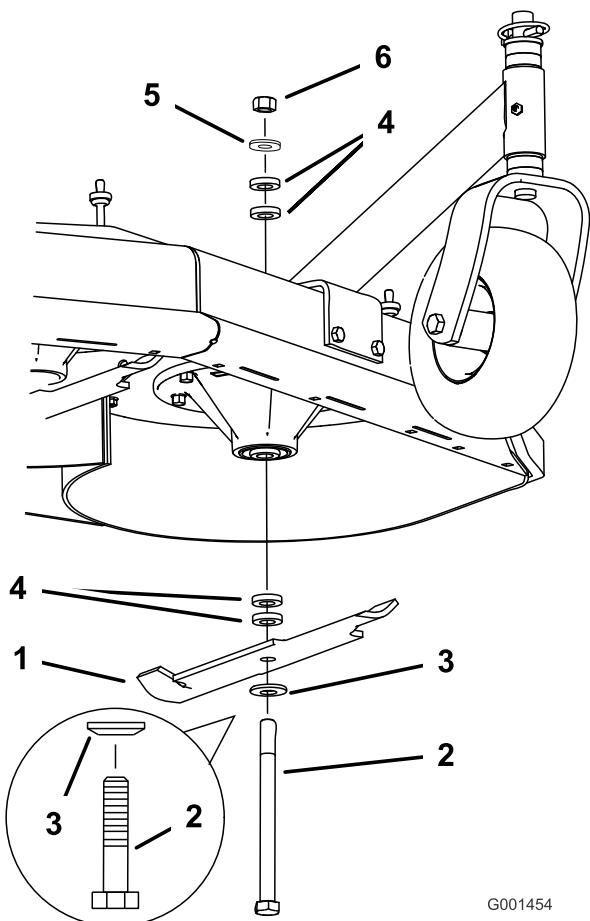

Figure 60
2. Enlevez de l'axe, l'écrou, le boulon de lame, la rondelle bombée, la lame, les entretoises et la rondelle mince (Figure 60).
1. Montez le boulon, la rondelle bombée et la lame. Choisissez le nombre d'entretoise(s) pour la hauteur de coupe, et insérez le boulon dans l'axe (Figure 60).
2. Posez la ou les dernière(s) entretoise(s) et fixez-la ou les en place avec une rondelle mince et un écrou (Figure 60).